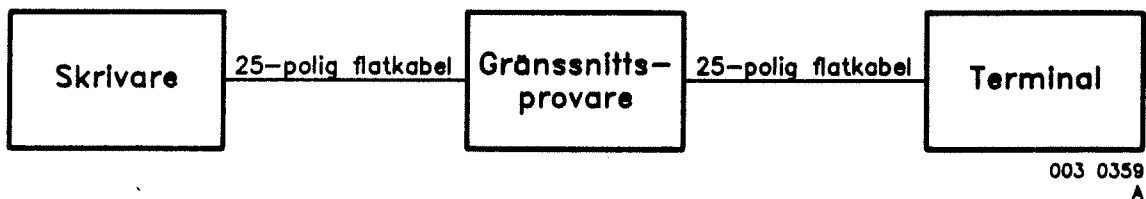

Bild 17. Uppkoppling av skrivare och terminal
5.8.1 Koppla skrivaren och terminalen enligt bild 17.